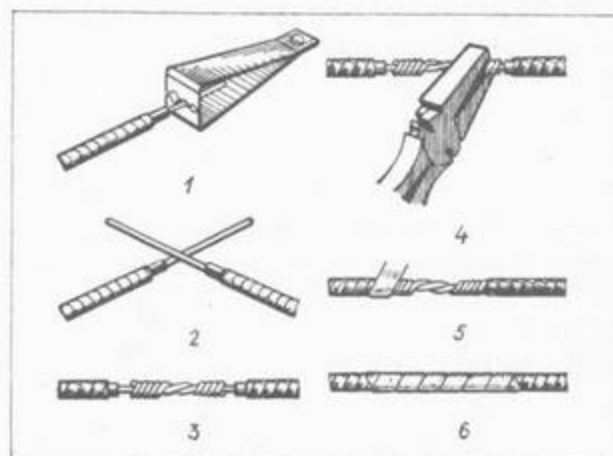

Рис. 2
Приемы соединения проводов показаны на рис. 2. Сначала с концов соединяемых проводов удаляют изоляцию и зачищают жилы до блеска (1). Зачищенные концы накладывают друг на друга (2), скручивают их (3), а затем плотно обжимают витки плоскогубцами (4) и изолируют лентой, обвивая место соединения слоями в двух направлениях (5 и 6).